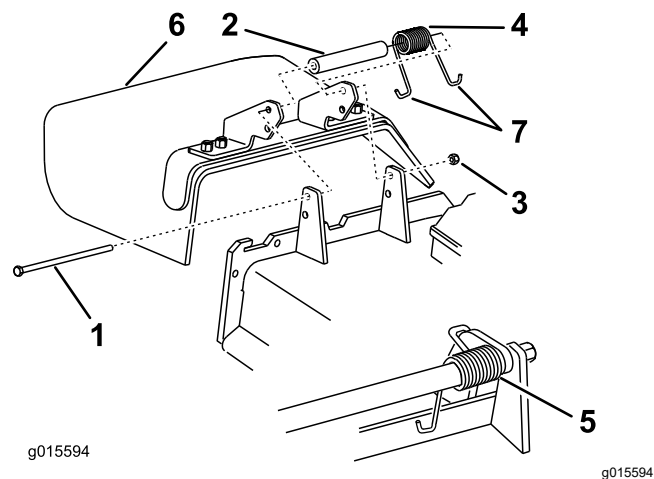

Figura 88
Nota: Verificate che un'estremità a gancio J della molla si trovi dietro il bordo del piatto di taglio prima di montare il bullone, come illustrato nella Figura 88.
6. Infilate l'estremità a gancio J della molla attorno al deflettore dello sfalcio (Figura 88).
1. Togliete il dado di bloccaggio, il bullone, la molla e il distanziale che fissano il deflettore alle staffe orientabili del tosaerba (Figura 88).